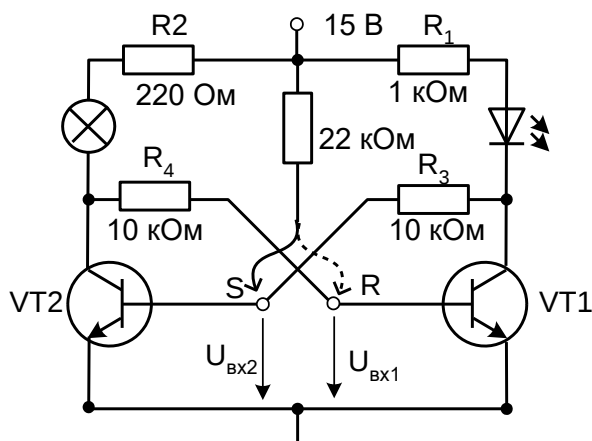
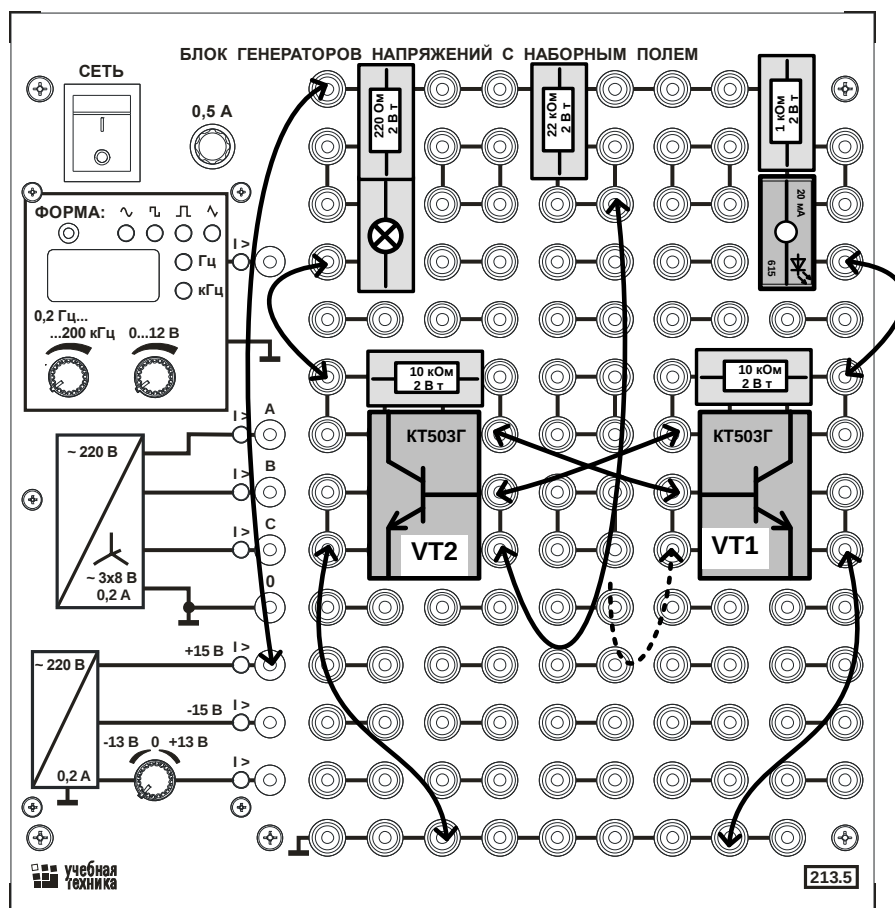

Рис. 7.13. Принципиальная схема RS-триггера
Рис.7.14. Монтажная схема.
- Соберите цепь RS-триггера, принципиальная схема которого показана на рис. 7.13, а монтажная – на рис. 7.14. В схему включены светодиод для индикации открытого состояния транзистора VT1 и сигнальная лампа для индикации открытого состояния VT2.